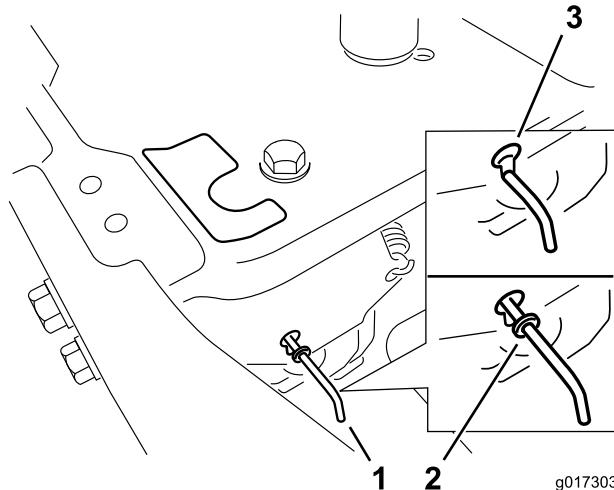

Bild 25
4. Schieben Sie die Bypasshebel nach vorne durch das Schlüsselloch und nach unten, um sie zu arretieren (Bild 25).
Schieben Sie die Bypasshebel nach hinten durch das Schlüsselloch und nach unten, um sie zu arretieren, wie in Bild 25 dargestellt.